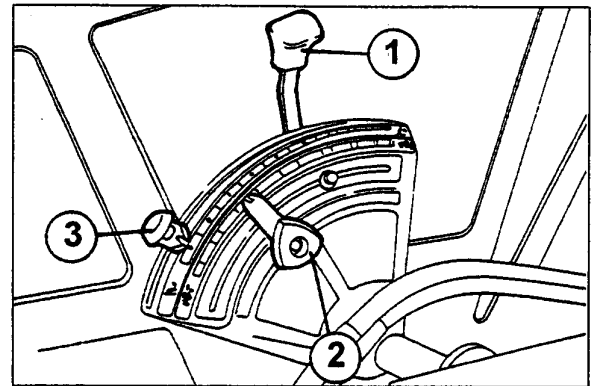

Fig. 4-38
Fig. 4-38. La elección del funcionamiento se efectúa con el uso combinado de la palanca de mando brazos de elevación (1) y la palanca (2) de selección esfuerzo controlado, posición controlada o control mixto «Intermix».
Uso de los mandos (Fig. 4-38)
Llevando el pomo de selección (2 - Fig. 4-38) completamente hacia adelante el elevador trabaja con el control de esfuerzo puro y llevandola completamente hacia atrás trabaja con el control de posición puro; colocando la palanca en posiciones intermedias, el elevador trabaja en **Intermix**, es decir en condiciones mixtas de control de esfuerzo y de posición.
En este caso, los brazos del elevador tienen libertad para oscilar y el elevador sirve solo para bajar o alzar el aparo al inicio y al final de la pasada (Fig. 4-38) El empleo flotante del elevador se logra llevando la palanca de selección (2) toda hacia atrás en posición controlada y la palanca de mando brazos (1) toda hacia adelante. Para bajar y alzar el aparo operar solamente con la palanca de mando (1).